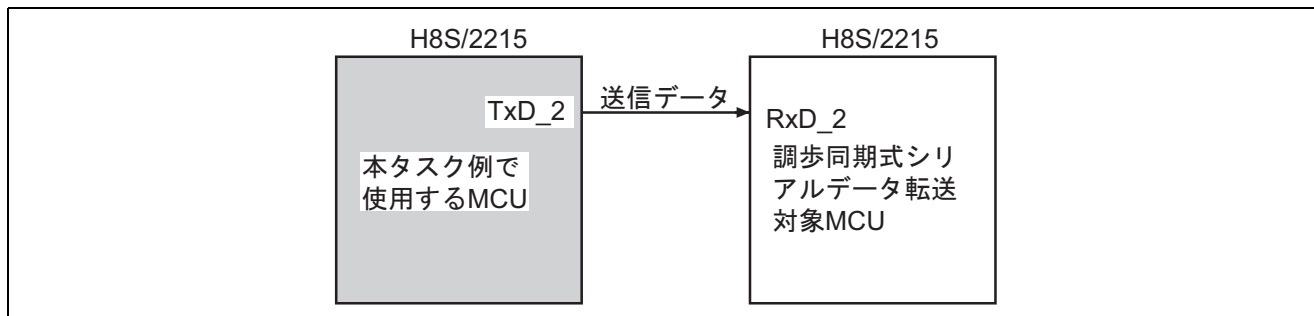

図 1 調歩同期式シリアルデータ送信
- 図 1 に示すように調歩同期式シリアル転送機能を使用して、8 文字、8 ビットデータの送信を行います。